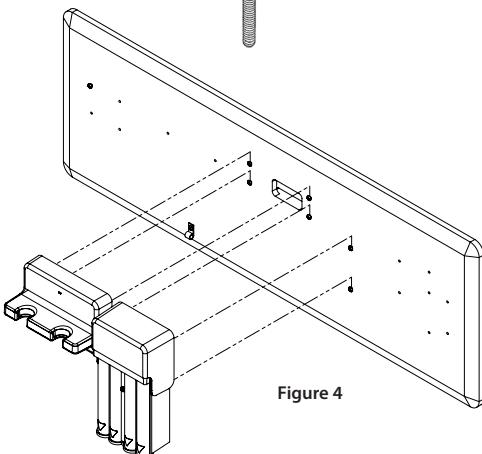

Figure 4
6. Les trous de vis pour la station de diagnostique et le distributeur de spéculums ont été prépercés sur le mur de gypse à la bonne hauteur. Alignez les ouvertures à l'endos des appareils avec les vis et poussez vers le bas pour sécuriser. (Figure 4)